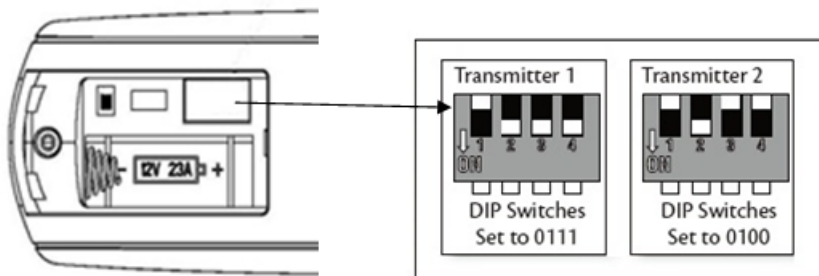

Figura 11
- Cambie la posición de los interruptores DIP del transmisor a distancia 1, de forma que sea diferente del transmisor 2. Figura 11
- Cambie la posición de los interruptores DIP del transmisor a distancia 2, de forma que sea diferente del transmisor 1. Figura 11